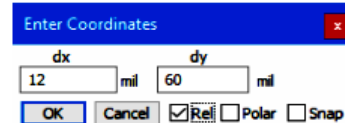

Рис. 116
- Нажмите клавишу **Tab** еще раз и введите значения, показанные на рис. 116. Нажмите **OK**. Обратите внимание на флажок **Rel**.